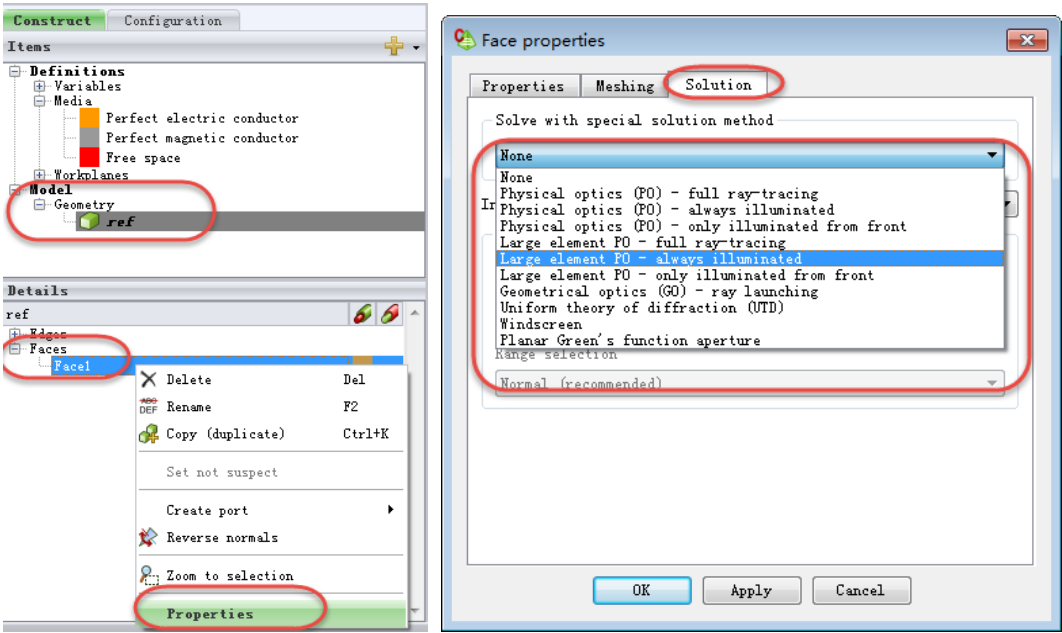

图 4-29 设置高频方法
- 2) 在“Solve with special solution method”下拉列表框中选择高频求解技术，如图 4-29 所示。